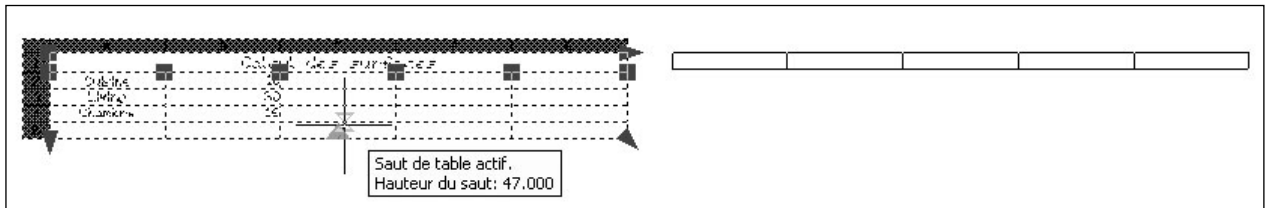

Fig.12.19
- 2 Cliquer sur la poignée triangulaire au centre de la ligne du bas du tableau et déplacer la poignée vers le haut ou vers le bas (fig.12.19).